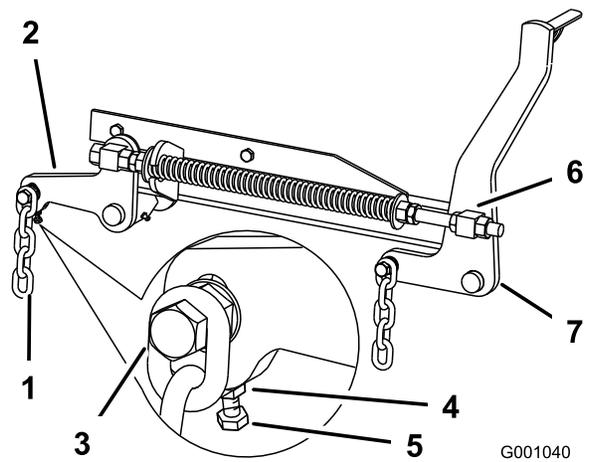

Figura 72
7. Si las medidas realizadas en las posiciones **B** o **C** no son correctas, afloje el perno que fija la cadena trasera al brazo de soporte trasero (Figura 72).
8. Afloje la contratuerca situada debajo del brazo de soporte trasero y ajuste el perno de ajuste hasta obtener una medida de 79 a 82 mm (Figura 72).
- Afije las contratuercas de pivote delantero, en la parte delantera de los pivotes derecho e izquierdo, aproximadamente 13 mm (1/2 pulg.) (Figura 72).
- Ajuste las tuercas de elevación en el lado izquierdo y derecho de la máquina hasta obtener 6 a 10 mm (1/4 to 3/8 pulg.) menos en la parte delantera en **A** que en la parte trasera, en **B** (Figura 72).